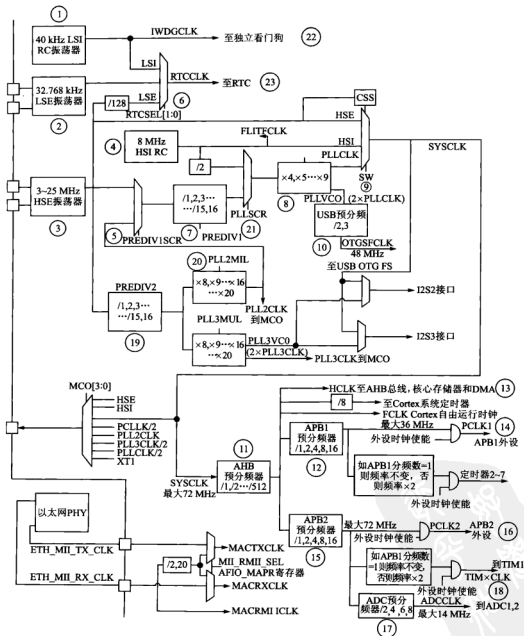

图 6.2.1 STM32 的时钟树
众所周知,微控制器(处理器)的运行必须要依赖周期性的时钟脉冲来驱动——往往由一个外部晶体振荡器提供时钟输入为始,最终转换为多个外部设备的周期性运作为末。这种时钟“能量”扩散流动的路径,犹如大树的养分通过主干流向各个分支,因此常称为“时钟树”。在一些传统的低端 8 位单片机,诸如 51、AVR、PIC 等单片机,其自身也具备一个时钟树系统,但其中的绝大部分是不受用户控制的,即在单片机上电后,时钟树就固定在某种不可更改的状态(假设单片机处于正常工作的状态)。比如 51 单片机使用典型的 12 MHz 晶振作为时钟源,则外设如 I/O 口、定时器、串口等设备的驱动时钟速率便已经是固定的,用户无法将此时钟速率更改,除非更换晶振。而 STM32 微控制器的时钟树则是可配置的,其时钟输入源与最终达到外设处的时钟速率不再有固定的关系,本节将详细解析 STM32 微控制器的时钟树。图 6.2.1 是 STM32 微控制器的时钟树,表 6.2.1 是图 6.2.1 中各个标号所表示的部件。
表 6.2.1 图 6.2.1 标号释义
本书第一个实验中所介绍的 GPIO 外设属于 APB2 设备,即 GPIO 的时钟来源于 APB2 总线,同样在图 6.2.1 中也可以寻获 GPIO 外设的时钟轨迹为:
- 其次,读者应从图 6.2.1 区分出各个总线和对应的时钟;其中 PLLCLK 表示 PLL 锁环的输出时钟,SYSCCLK 表示系统时钟,HCLK 表示 AHB 总线的时钟,PCLK1 表示 APB1 总线的时钟,PCLK2 则表示 APB2 总线的时钟。
将上述代码中对时钟树的配置顺序与图 6.2.1 中标号对比后,不难发现上述代码依照如下流程:③→⑪→⑭→⑮→⑦→⑫→⑧→⑨。
通过对比发现,程序中对时钟树的配置顺序并不是依照图 6.2.1 中由左到右、由上到下配置的,这是为什么呢?事实上这个问题相信大部分读者都可以自己解释:电子设计世界的思维和操作方式,其顺序往往和日常生活是不一样的,比如人们经常先给电视机连接电源,再打开电视机开关;先把大水管的总闸打开,再打开小水龙头……总而言之是一种由“主”到“次”的顺序。但电子设计世界的思维方式,以最常见的 51 单片机的开发平台为例,开发人员往往先把